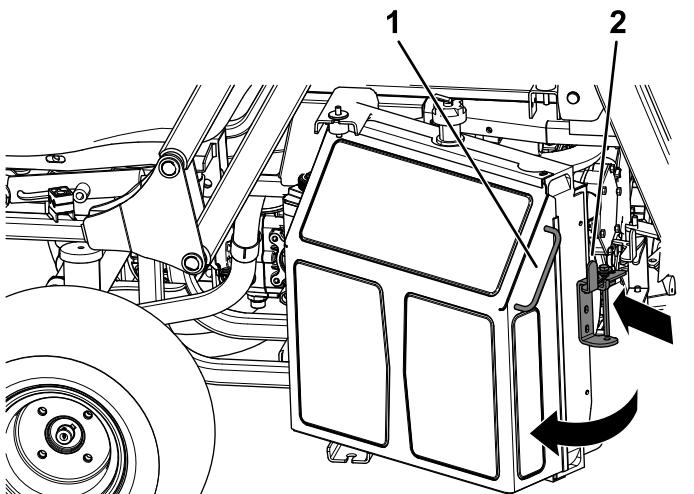

図 58
1. ラジエターのラッチを内側ラジエター側に押す 図 58。
2. ラジエター側面についている取っ手でラジエターを開くと、エンジンにアクセスできるようになる 図 58。